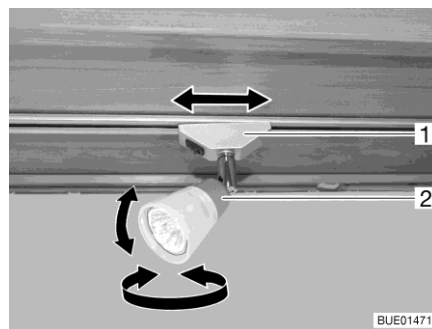

Bild 29 Spotleuchte (Campeo)
Spotleuchte drehen: ■ Gehäuse (Bild 29,2) der Spotleuchte in gewünschte Richtung drehen. Das Gehäuse kann in folgende Richtungen gedreht werden:
- Halterung (Bild 29,1) um ca. 45° drehen.
- Halterung (Bild 29,1) um 90° drehen.